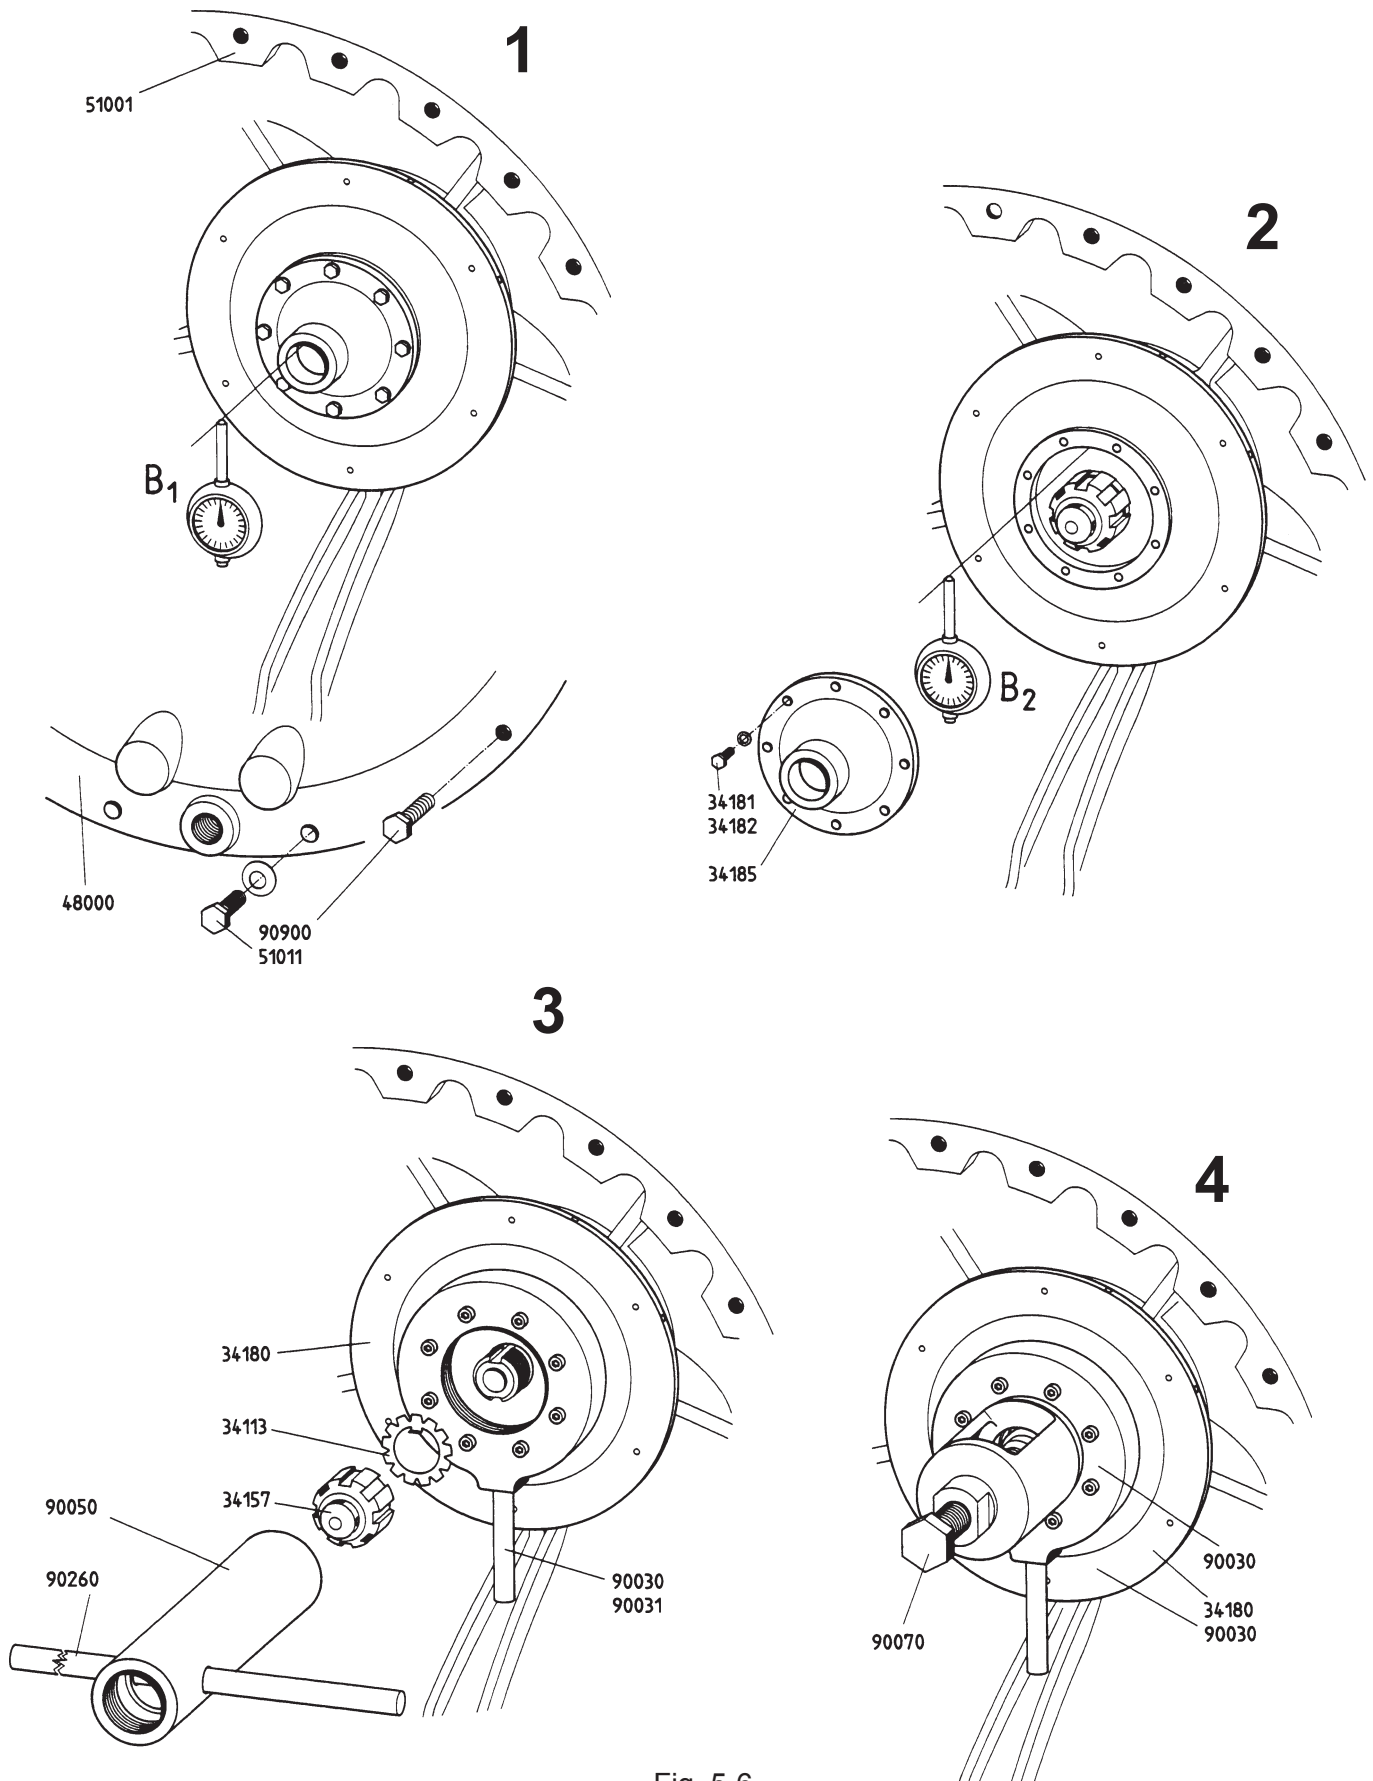

Fig. 5-6
- 6kt-Schrauben (51011) entfernen (s. Fig. 5-6/1).
- Lagerraumdeckel (48000) mit Abdrückschrauben (90900) vom Gaseintrittsgehäuse (51001) lösen und entfernen (s. Fig. 5-6/1).
- Zyl-Schrauben (34181) und Federringe (34182) entfernen und Nippel (34185) abziehen (s. Fig. 5-6/2).